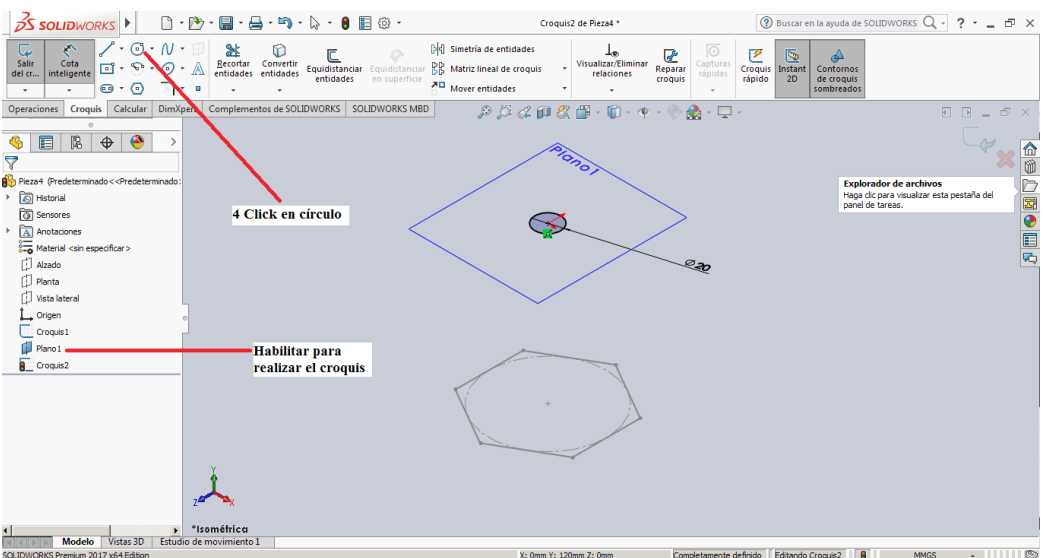

Figura 3-11
4. Con el nuevo plano construido se realiza un nuevo croquis sobre él se realiza click sobre Circulo y se dibuja con un diámetro de 20 mm, se establecen que los centros de las dos figuras realizadas sean coincidentes, en la figura 3-11 se aprecia el procedimiento